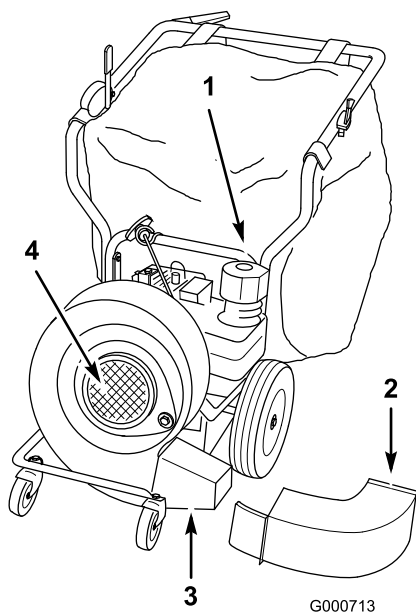

Figura 21
3. Retire el cuello de la bolsa del conducto de descarga del soplador (Figura 21). (Puede retirar la bolsa entera si lo desea)
4. Retire el perno de retención y la arandela de freno que fijan el conducto de descarga del soplador, y retire el conducto (Figura 21).
5. Instale el tubo del soplador, fijándolo con los herrajes que retiró en el paso 4 (Figura 21).
10. Levante un poco el conjunto del soplador y gírelo 120° en el sentido de las agujas del reloj (mirando de frente al soplador) (Figura 21).
14. Instale la rejilla de entrada de aire del soplador, fijándola con una de las arandelas y contratuercas retiradas en el paso 2 (Figura 21).